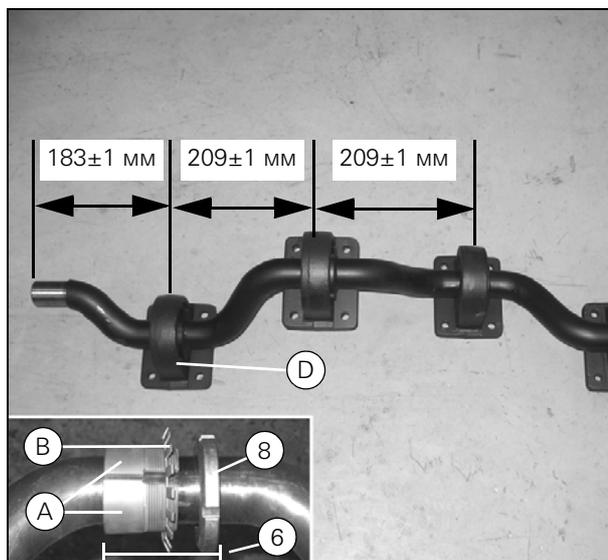

Рисунок 9
Установка подшипникового корпуса на кривошип - четыре наиболее удаленные зажимные гайки на каждой стороне устанавливаются по направлению к центру машины. (D) (Рис. 9).